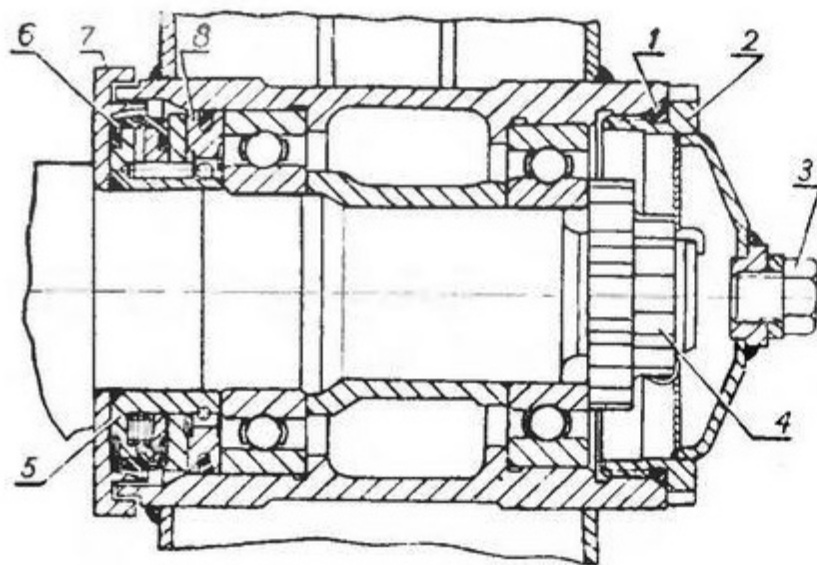

Рис. 29. Уплотнение подшипников ступиц катков и ленивцев.
3. Расшплинтовать головку натяжного винта 6 (см. рис. 29) и, вращая его против часовой стрелки, подтянуть гусеницу.
Каток монтируется на ось на двух шариковых подшипниках, запрессованных в ступицу. Шариковые подшипники катка не нуждаются в регулировке в процессе работы, поэтому гайка оси катка должна затягиваться до отказа. Ступица катка закрыта крышкой с отверстием для смазки, в которое ввернута пробка. Крышка 2 уплотняется и стопорится резиновым кольцом 1 (рис. 29).